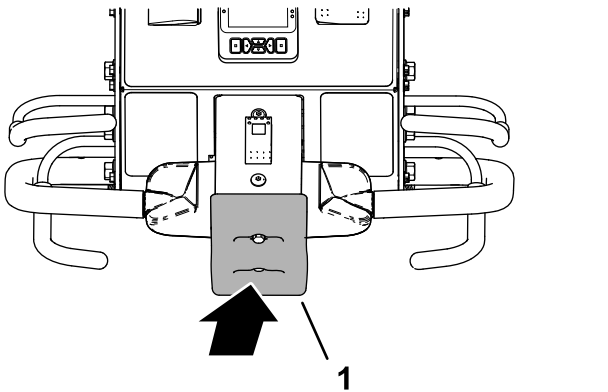

Figura 36
2. Tenendo in posizione la barra di presenza dell'operatore e il comando di trazione, fate entrare in contatto con un ostacolo l'interruttore di arresto per presenza di dossi (Figura 36).